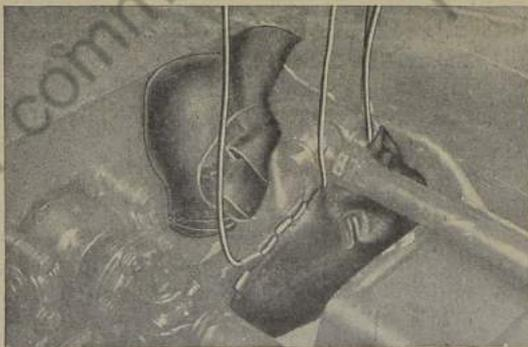

Bild 521: Schutzhülle für Lenkumschaltung aufschneiden und abnehmen
2. Leder- bzw. Gummischutzhülle für die Lenkumschaltung lösen bzw. abschrauben und nach oben abnehmen (Bild 521).